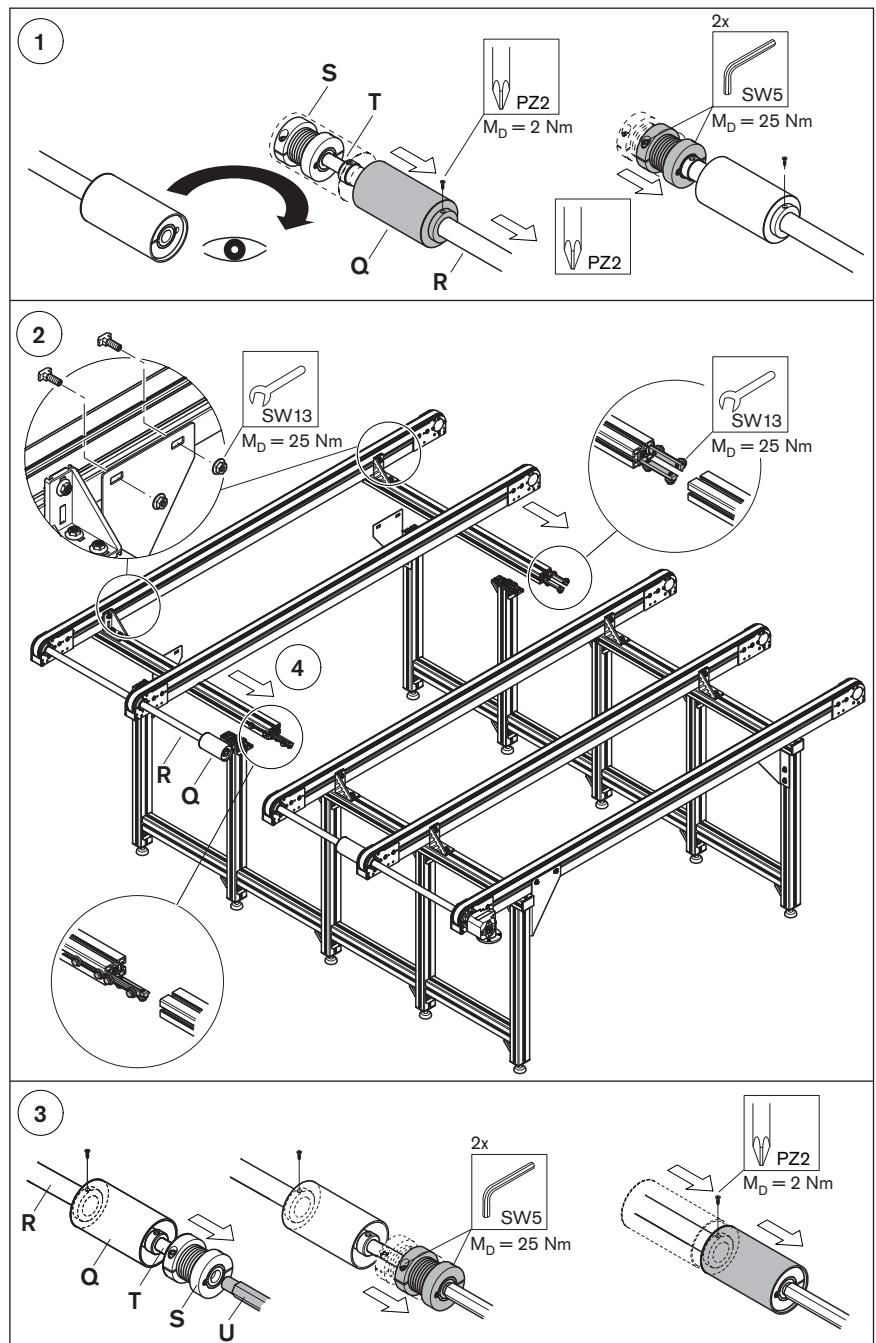

Fig. 8
- ▶ Executar a conexão do motor como conexão em estrela ou em triângulo de acordo com os planos de conexão, ver "Fig. 8", e executar o plano de conexões na caixa de bornes.
- ▶ Para mudar a direção de rotação do motor, trocar a posição de dois fios quaisquer (L1, L2 ou L3, ver "Fig. 8").